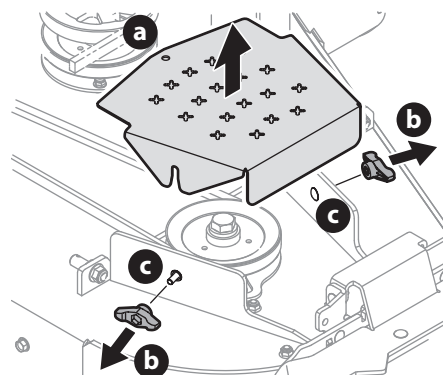

Figure 59
3. Pour retirer les couvercles de courroie (a), retirez les boutons à ailettes (b) des vis du chariot (c) qui les fixent au plateau de coupe (Figure 59).
4. L'écrou de vitesse doit maintenir la vis du chariot (c) et le boulon de fixation en place, si ce n'est pas le cas, réinstallez-les (Figure 59 à la page 73).